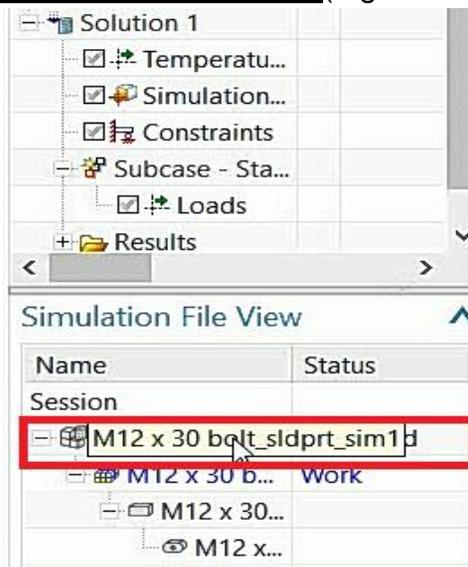

Figura 5.30 Menú lateral
- En la ventana del lado izquierdo, en la sección de **Simulation File View**, damos doble click en **M12 x 30 bolt sldprt sim1** (Figura 5.30).